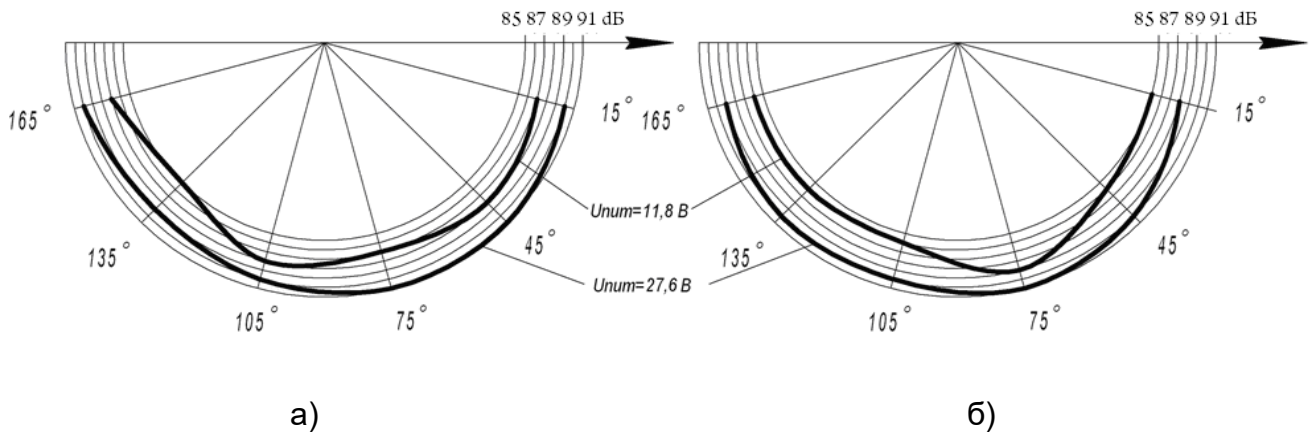

Рисунок 1. Акустичні діаграми оповіщувача :
2.4. Акустичні діаграми спрямованості оповіщувача при мінімальній та максимальній напрузі живлення для робочого і для повернутого на 90 ° за часовою стрілкою положення оповіщувача наведенні на рис.1.